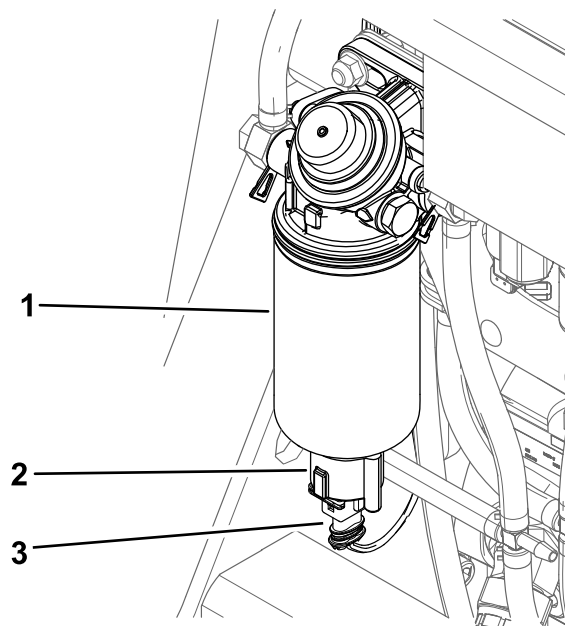

Figure 52
6. Débranchez le faisceau de câblage du séparateur d'eau (Figure 52).
7. Dévissez le contacteur au fond de la cartouche du filtre et vidangez l'eau (Figure 52).
8. Installez le contacteur (Figure 52).
9. Branchez le faisceau de câblage au contacteur (Figure 52).
6. Dévissez le contacteur et vidangez le séparateur d'eau (Figure 52).